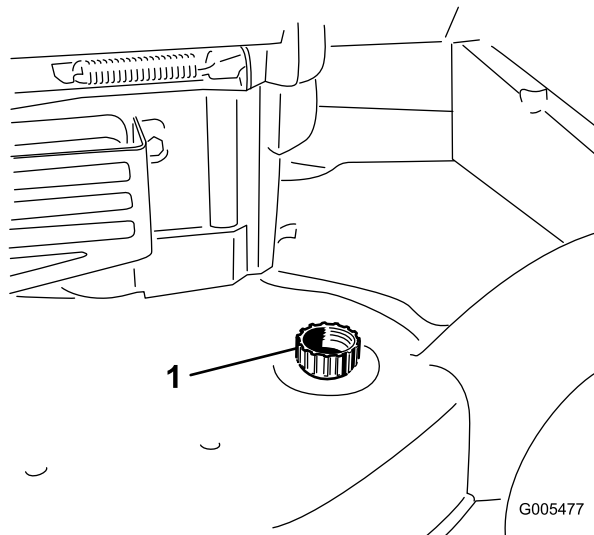

Figura 42
3. Conecte una manguera de jardín que esté conectada a un grifo al orificio de lavado (Figura 42).